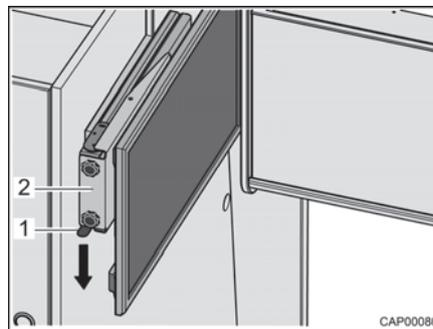

Fig. 69 Dispositivo de extracción con pantalla plana
- Presionar el resorte de cierre (Fig. 69,1) hacia abajo y extraer el dispositivo de extracción (Fig. 69,2) con pantalla plana horizontalmente hacia el centro del vehículo.
- Introducir el dispositivo de extracción (Fig. 69,2) con pantalla plana horizontalmente hasta el tope. El resorte de cierre (Fig. 69,1) engatillará audiblemente.